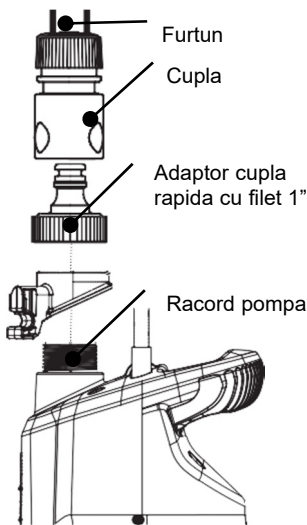

Fig.1
- Adaptor pentru cupla furtun (nu este furnizat) cu filet 1 tol ( fig.1)